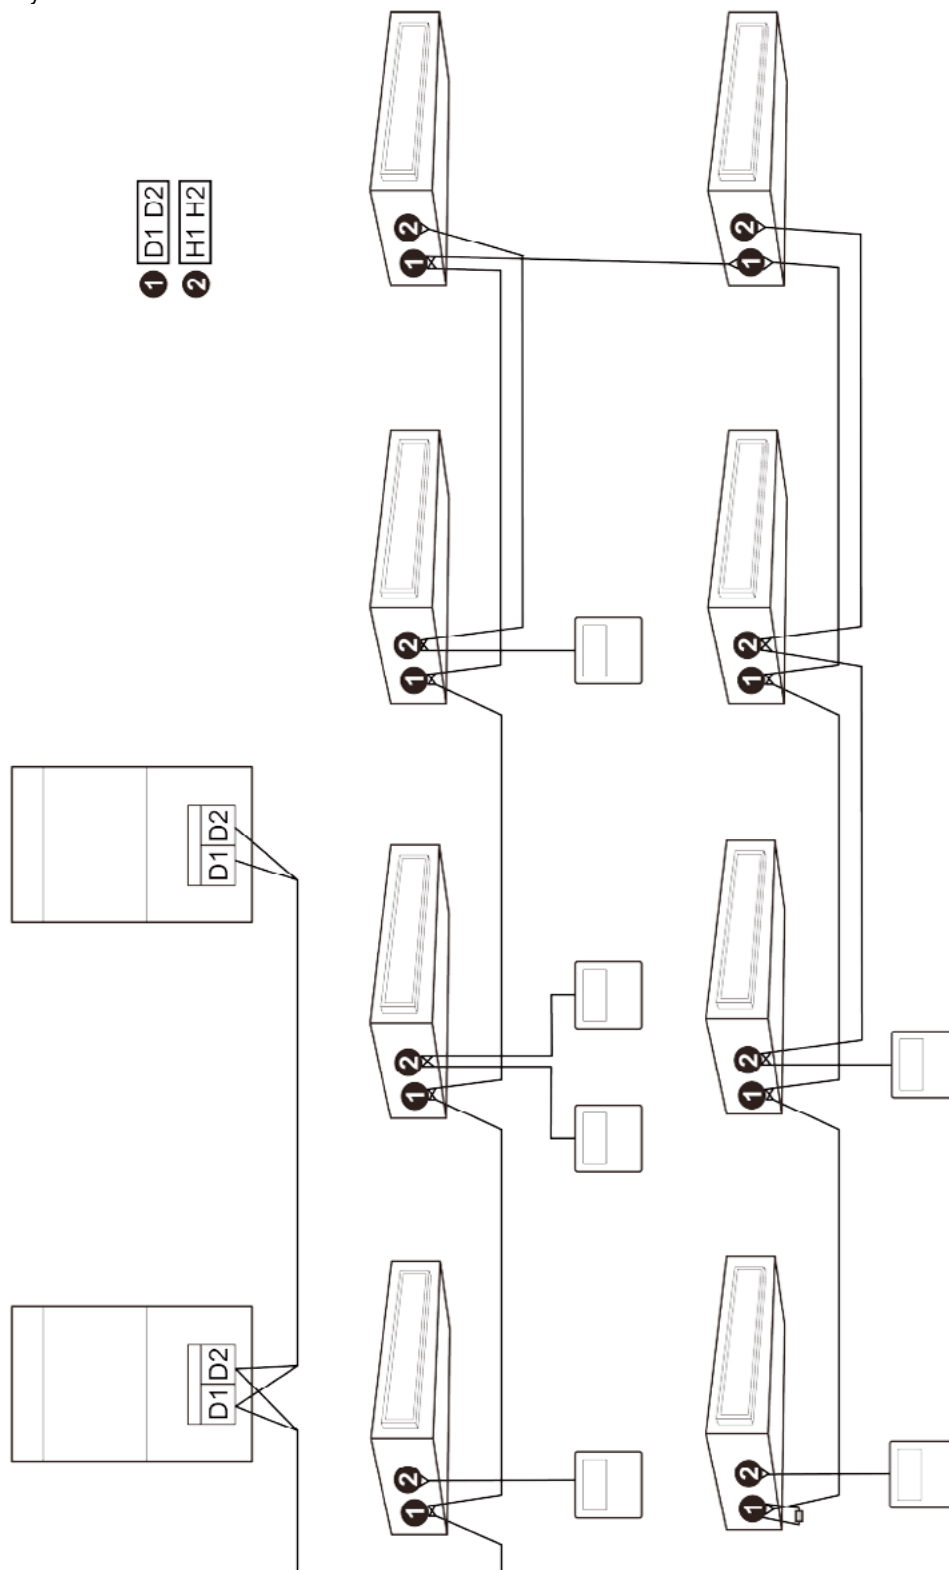

Рис. 5.5.1
- (1) Коммуникационный кабель между внутренним и наружным блоками (или между двумя внутренними блоками) подключается к контактам D1, D2.
- (2) Проводной пульт подключается к контактам H1, H2.
- (3) К одному внутреннему блоку можно подключать два проводных пульта; одному из них присваивается статус ведущего, другому – ведомого.
- (4) Один проводной пульт может управлять работой до 16 внутренних блоков одновременно (см. рис. 5.5.1).